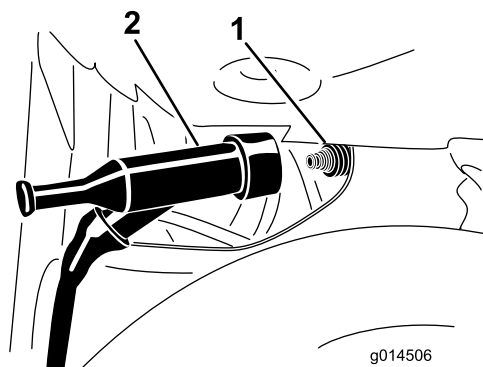

Figura 29
3. Desconecte o cabo do terminal da vela (Figura 29).
4. Conecte o cabo ao terminal da vela (Figura 29).